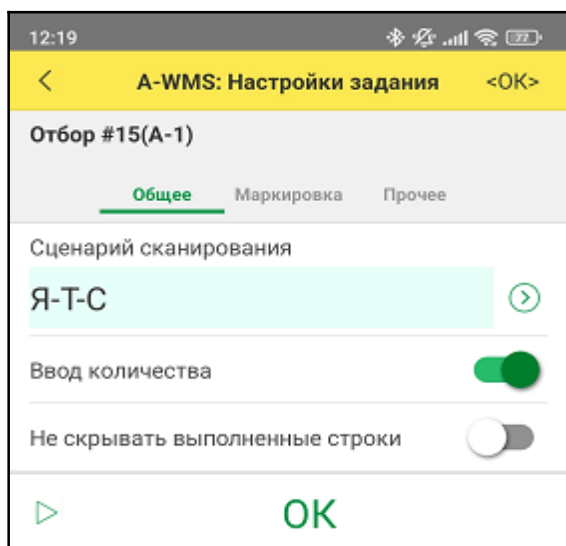

Рис. 4.5.3. Настройка сканирования.
- по кнопке "Настройки" открывается окно настроек задания (Рис. 4.5.3), где можно управлять доступными исполнителю опциями выполнения задания;